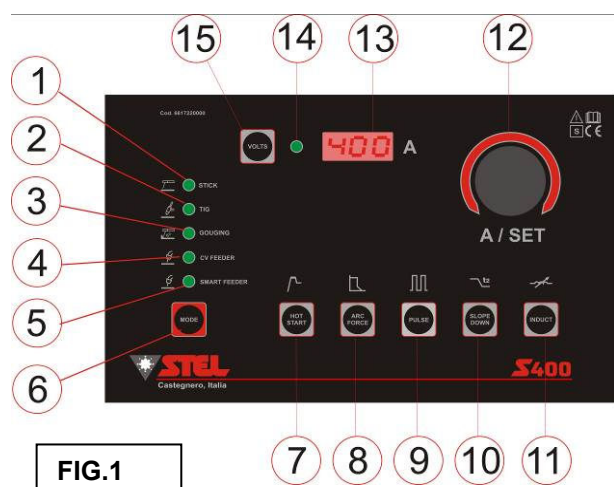

FIG.1
- 5) Premere il pulsante **MODE** (rif.6) fino a selezionare la modalità **ELETTRODO**, indicata dall'accensione del rispettivo LED (Fig1,rif.1);
- 6) Impostare la corrente di saldatura con l'encoder di regolazione A/SET (Fig1,rif.12);
Premendo il pulsante **Hot start** (Fig1,rif.7) appare nel display la scritta **Hs** e ruotando l'encoder **A/SET** (Fig1,rif.12) è possibile regolare il valore di Hot start.
Premendo il pulsante **Pulsazione** (Fig1,rif.9) appare nel display la scritta **Pul** e ruotando l'encoder **A/SET** (Fig1,rif.12) in senso orario o anti orario si attiva la pulsazione ON o si disattiva OFF. La funzione attiva è segnalata con il lampeggio di due puntini nel display. I parametri della pulsazione non sono modificabili.
- 2) Tener premuto il pulsante **MODE** (Fig1,rif.6) sul pannello frontale della macchina per circa 4 secondi, rilasciare poi il pulsante; il led della modalità di saldatura lampeggia, (FUNZIONE V.R.D. INSERITA V out 18V). La modalità VRD rimane inserita anche dopo lo spegnimento e la riaccensione della macchina
- 5) Premere il pulsante **MODE** (Fig1,rif.6) fino a selezionare la modalità TIG, indicata dall'accensione del rispettivo **LED** (Fig1,rif.2);
- 7) Impostare la corrente di saldatura con l'encoder di regolazione **A** (Fig1,rif.12);
Premendo il pulsante **Slope Down** (Fig1,rif.10) appare nel display la scritta **Sld** e ruotando l'encoder **A/SET** (Fig1,rif.12) è possibile regolare il valore di slope down.
Premendo il pulsante **Pulsazione** (Fig1,rif.9) appare nel display la scritta **Pul** e ruotando l'encoder **A/SET** (Fig1,rif.12) in senso orario o anti orario si attiva la pulsazione ON o si disattiva OFF. La funzione attiva è segnalata con il lampeggio di due puntini nel display.
5. Premere il pulsante **MODE** (Fig1,rif.6) fino a selezionare la modalità GOUGING, indicata dall'accensione del rispettivo **LED** (Fig1,rif.3);